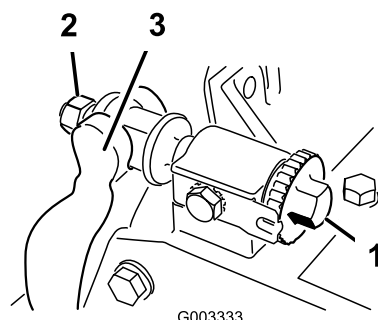

Figura 56
1. Gire el tornillo de ajuste de la barra de asiento, en el sentido contrario a las agujas del reloj, para alejar la contracuchilla del molinete (Figura 56).